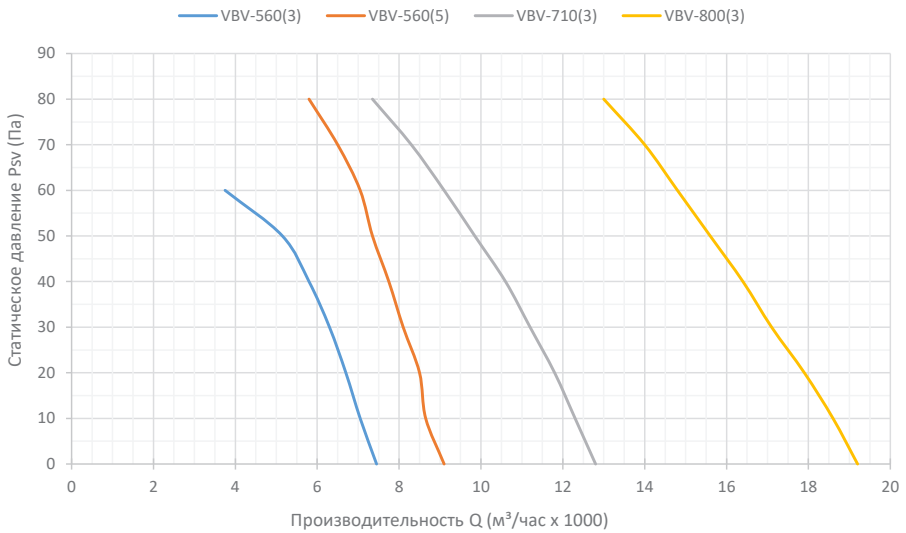

Рис. 14 - Графики производительности каминов VBV
3.24 Графики производительности каминов вытяжных типа VBV (Рис. 14).